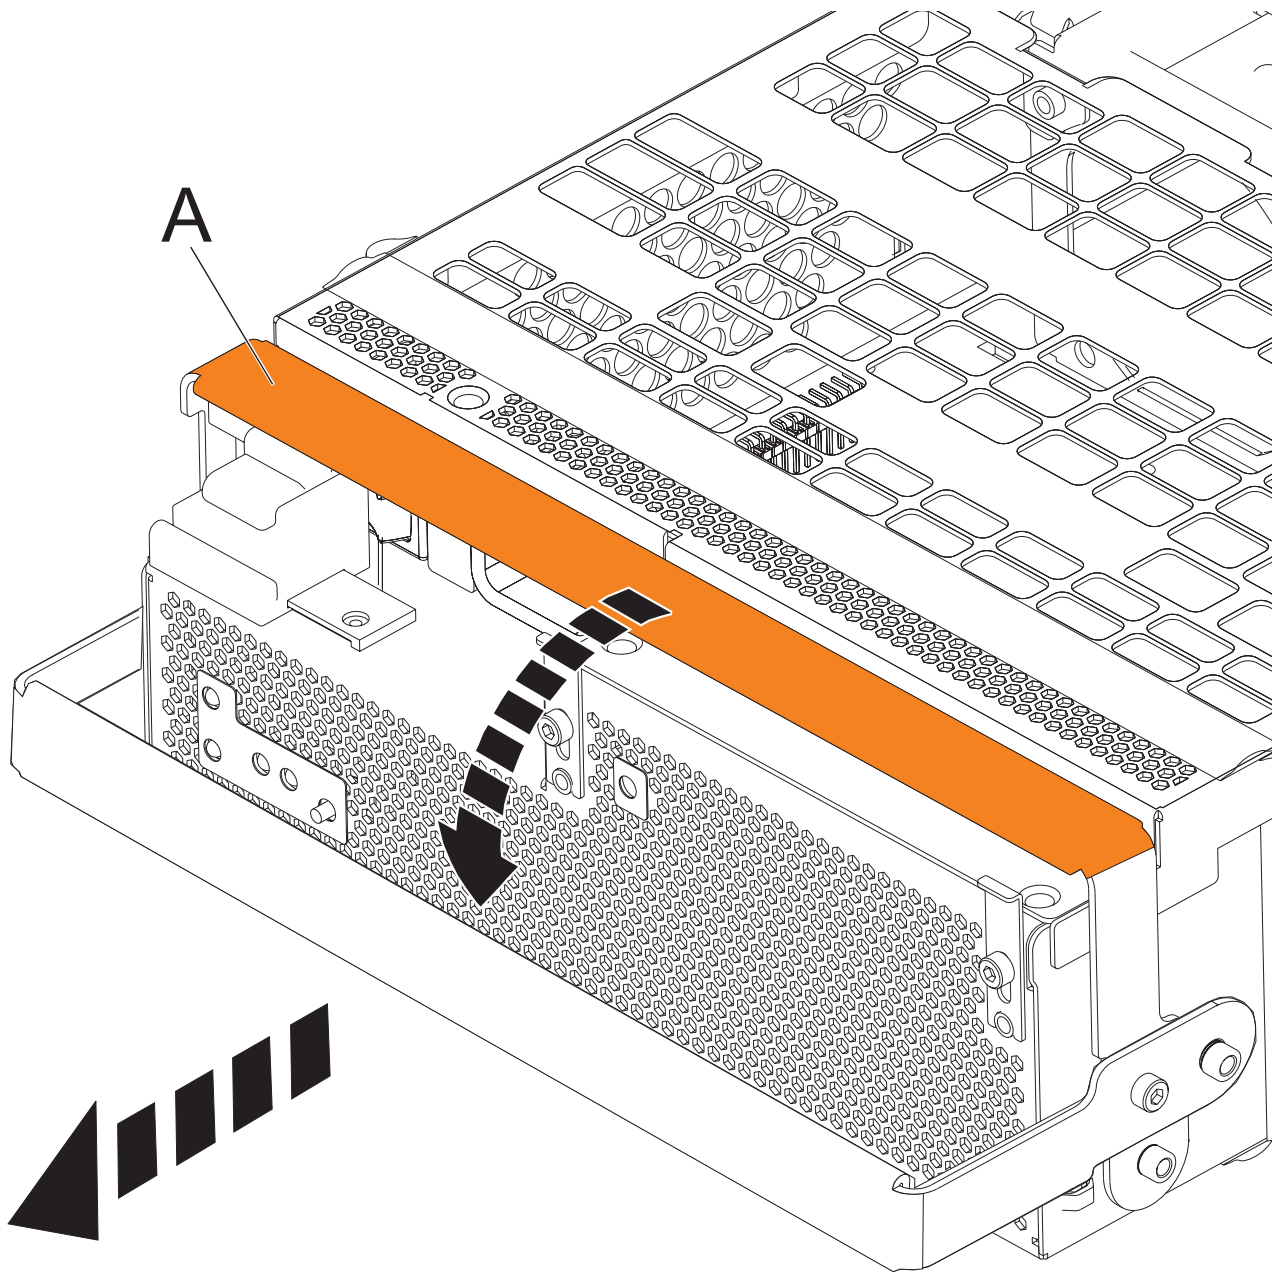

Figure 66. Retirer les ensembles de conversion hors ligne
- a. Tirez le levier (**A**) à fond vers le bas dans le sens indiqué pour dégager l'ensemble de conversion hors ligne. Pour plus d'informations, voir figure 66, à la page 86.